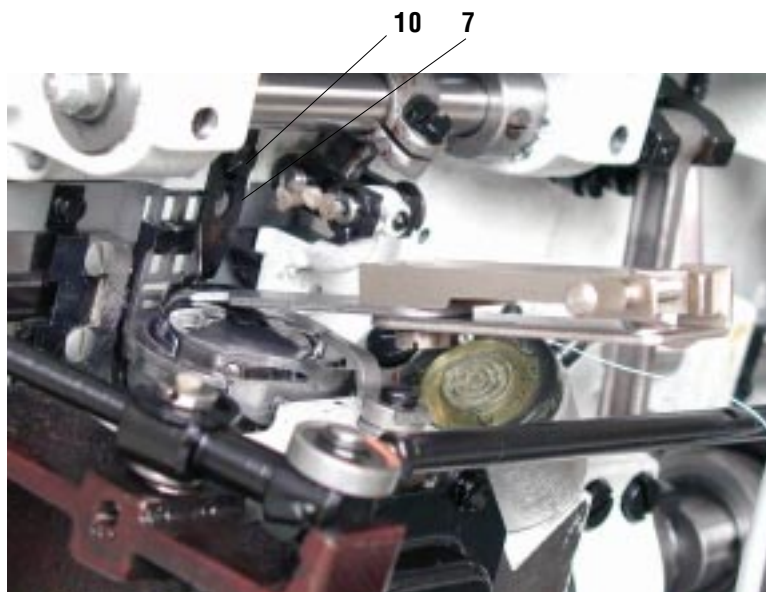

Abb. 11
12. Einstellung des Greifermittelteilhalters (Abb. 11, 12)
Den Greifermittelteilhalter (7) so einstellen, daß die Lücke zwischen der Halternase und der Rille des inneren Greifermittelteiles etwa 0,7 mm ist. Diese Einstellung nach der Lockerung der Halteschraube (10) und mittels Einstellvorrichtung (Abb. 11) vornehmen - siehe die Ausstattungen, Teil A, Abs. 4.2, 4.4).